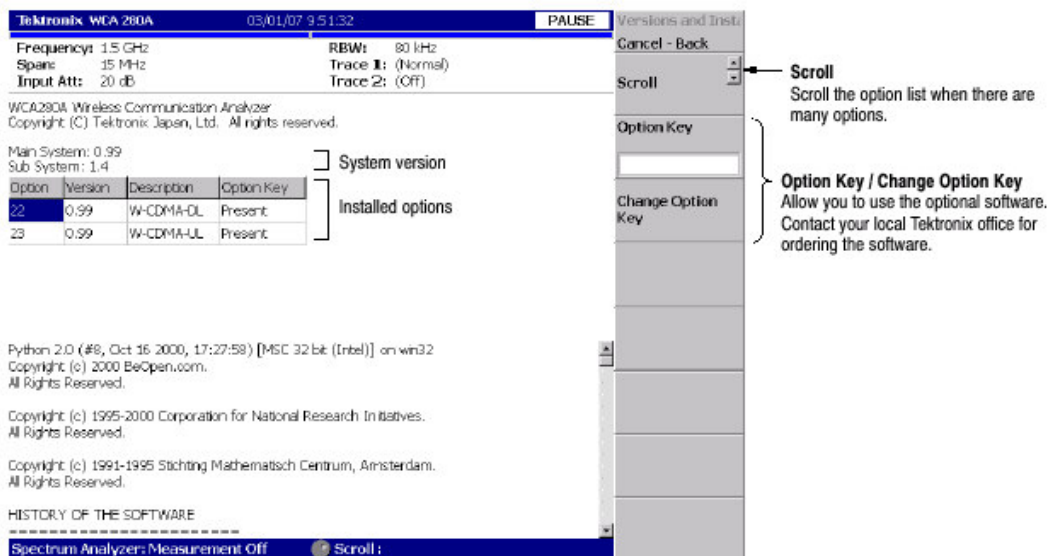

图 3-97 显示版本和选件
2. 按压 Versions and Installed Options... 侧面键。屏幕显示如图 3-97 所示。